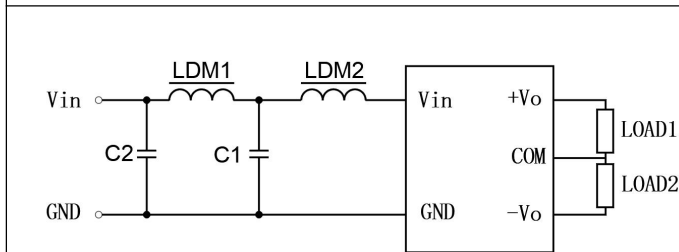

图 4
辐射骚扰 (RE)	CISPR32/EN55032 CLASS B（推荐电路见图 4）